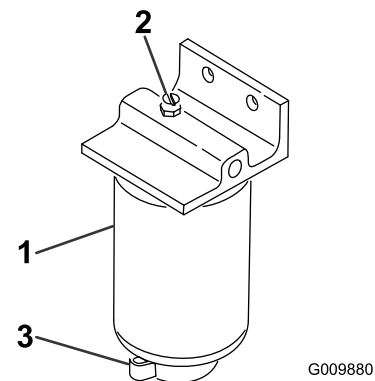

Figura 30
3. Afloje el tapón de ventilación en la parte superior del filtro de combustible/separador de agua (Figura 30).